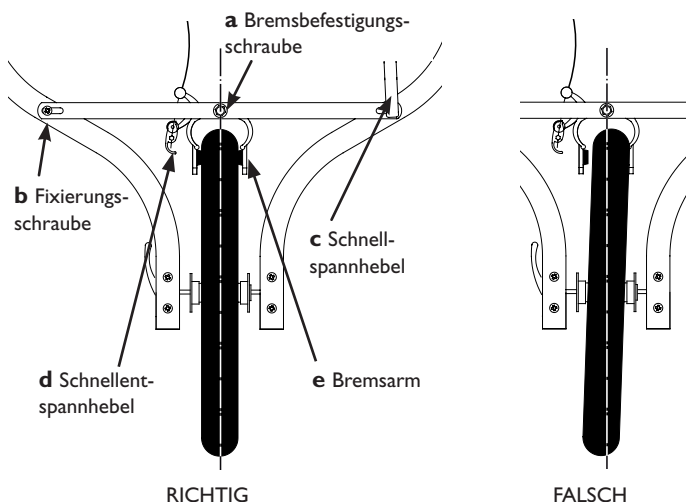

Abbildung 13
1. An der Querstrebe befindet sich eine Fixierungsschraube (b). Öffnen Sie nun den gegenüberliegenden Schnellspannhebel (c) und richten Sie die Querstrebe so aus, dass sich die Bremsbefestigungsschraube auf einer Linie mit der Mitte des Laufrads befindet (s. Abbildung 13).
3. Spannen Sie nun die Bremse des Jogging-Sets, indem Sie den Schnellentspannhebel (d) in Richtung Laufrad drücken und gleichzeitig die Bremsarme (e) zusammenpressen. Lassen Sie die Bremsarme wieder los. Die Bremsarme greifen nun um den Reifen des Laufrads herum (s. Abbildung 13).
1. Wenn die beiden Bremsbeläge nicht denselben Abstand zum Laufrad aufweisen, das Laufrad also nicht in der Bremsmitte „zentriert“ ist, lösen Sie bitte die Bremsbefestigungsschraube (s. Abb. 13 (a) in der Mitte der Querstrebe (per 10 mm Gabelschlüssel). Beide Bremsbeläge müssen auf die Felgenmitte des Laufrads ausgerichtet sein. Sollte dies nicht der Fall sein, lösen Sie bitte die Fixierungsschrauben (s. Abb. 23 (a) auf der Rückseite der Bremschuhe/Bremsbeläge (mit Hilfe 10 mm Gabelschlüssel). Richten Sie die Bremsbeläge korrekt auf die Felgenmitte aus und ziehen Sie die Schrauben wieder fest. Das Laufrad muss zentral in der Mitte laufen um ein optimales Bremsen zu ermöglichen und eine einseitige Abnutzung zu verhindern. Ziehen Sie die Schraube nach der optimalen Ausrichtung wieder fest.